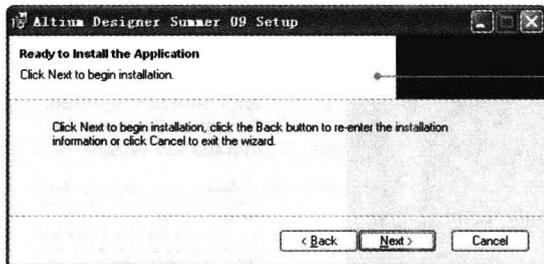

图 1-6 准备过程就绪对话框
(6) 单击  按钮，继续下一步操作即可进入如图 1-6 所示的准备过程就绪对话框。如果用户确定所有的准备工作已经完成，则可以单击  按钮开始程序的安装。如果仍要改变安装路径，只要单击  按钮返回上一步重新设置即可。